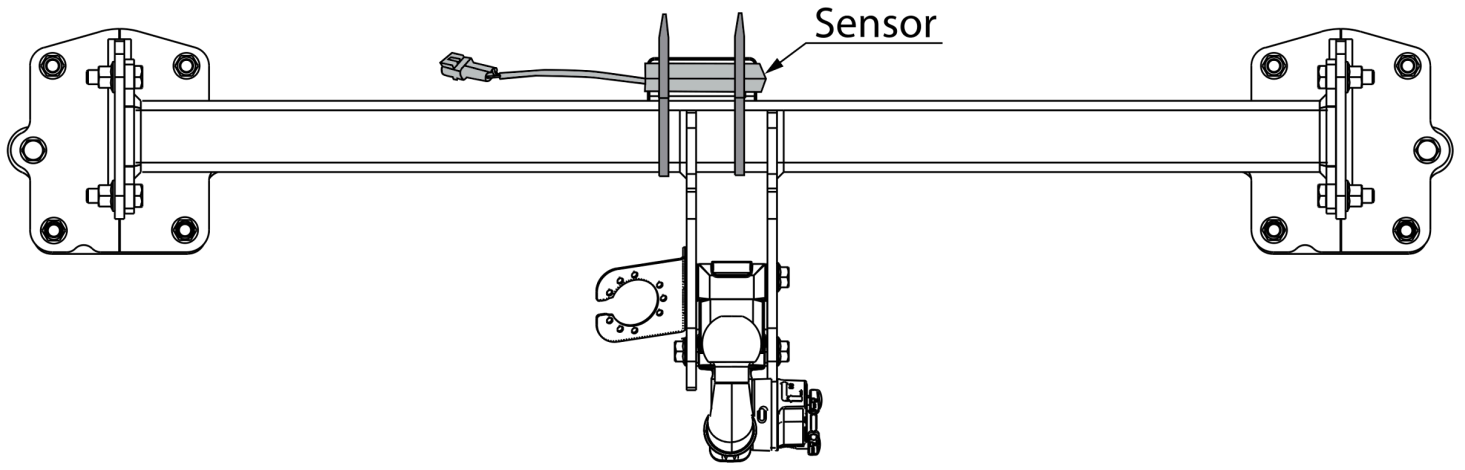

Fig. 3
7. Внимание, если имеются: монтировать парковочный датчик. См. рисунок 3